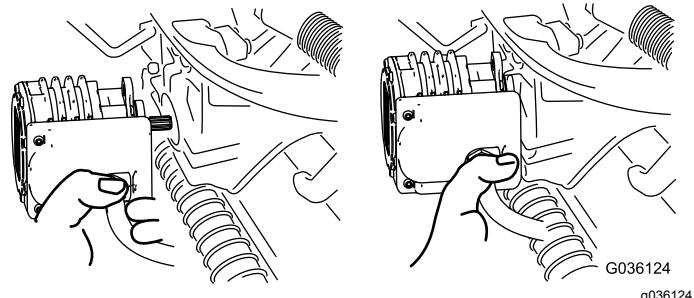

Figura 55
4. Spostate il motore in posizione di stoccaggio davanti al braccio di sospensione (Figura 55).